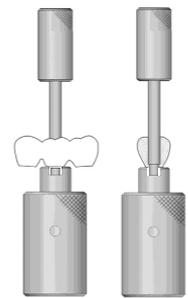

図2
- 2) ラッピングドライバーB (Ti) の使用方法(図2)
① ドライバーガイド (Ti) を铸造体咬合面側よりアクセスホールに挿入する。
② 铸造体より突出したドライバーガイド (Ti) のシャフト部とラッピングドライバーB (Ti) を組み合わせる。
③ 铸造体より突出したドライバーガイド (Ti) のシャフト部を軸にしてラッピングドライバーB (Ti) を手動的に右回転させ、チタンベース AB との接合面を研磨調整する。
- (3) ラッピングドライバーA (Ti)、B (Ti) は、微調整の範囲で使用すること。著しい鑄肌荒れ、気泡などの鑄造欠陥が生じた鑄造体は、使用を中止すること。
- (4) ラッピングドライバーB (Ti) を過度に使用すると適合不良を招く場合がある。調整面の状態を見ながら少しずつ作業を進めるようにすること。
- (5) ラッピングドライバーA (Ti)、B (Ti) の切れ味が低下してきた場合は、新しい製品と取り替えること。